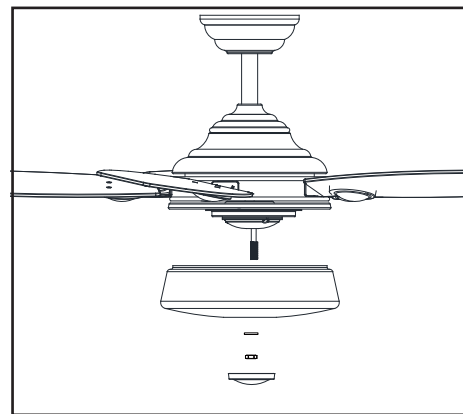

Figura 16
5. Retira la arandela de goma, la tuerca hexagonal y el remate de la boquilla roscada del conjunto del soporte del kit de luces. Coloca el tazón de vidrio sobre la boquilla roscada. Vuelve a instalar la arandela de goma, la tuerca hexagonal y el remate en la boquilla roscada para asegurar bien el tazón de vidrio. (Figura 16)